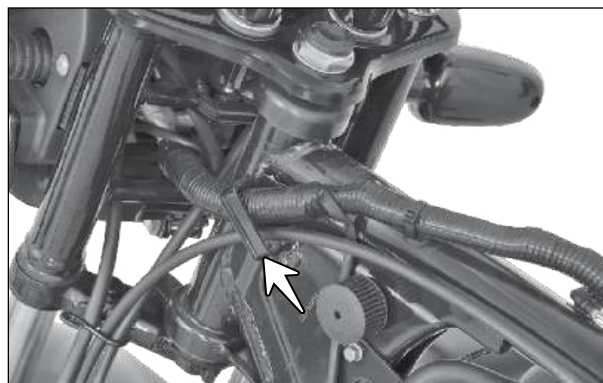

Fig. 6.103
- Remova o cabo CBS da guia (seta) localizada no chassi da motocicleta. (Fig. 6.103)